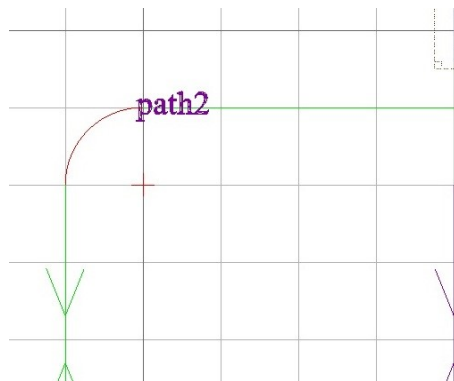

Abbildung 8.5: Automatische Verbindung zwischen path1 und path2
Schritt 2: Da die Füllfunktion zwei Pfade miteinander verbindet, die zwei gewünschten Pfade via Anklicken oder Kastenziehen selektieren. Beim Auswählen von **path1** und **path2** entsteht beispielsweise die in Abbildung 8.5 gezeigte Verbindung. Hinweis: Die „Trim“ Funktion verkürzt die Pfade, um diese mit einer Kurve mit dem angegebenen Radius passend zu verbinden. Durch den